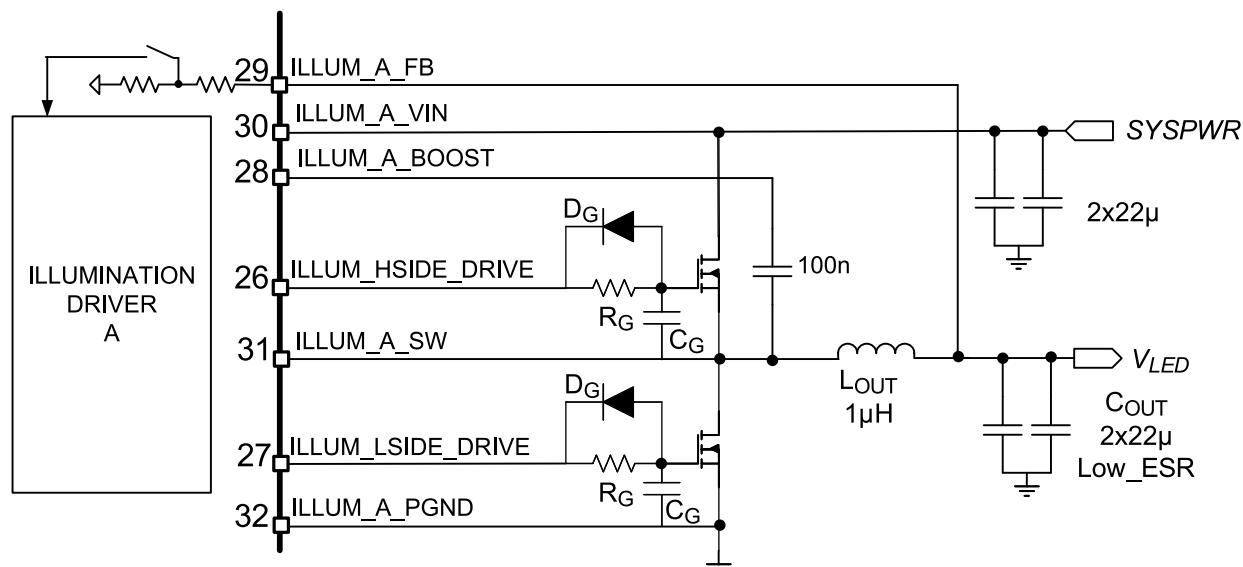

图 6-4. 典型照明驱动器配置
DLPA3085 的照明驱动器是一款降压控制器，用于驱动两个外部低欧姆值 N 沟道 FET (图 6-4)。了解开关模式电源中的降压功率级 (SLVA057) 应用手册中介绍了降压转换器的工作原理。为了确保正常运行，外部元件的选型非常重要，特别是电感器 L_{OUT} 和输出电容器 C_{OUT} 。为了获得最佳效率和纹波性能，应选择具有低等效串联电阻 (ESR) 的电感器和电容器。将电容器的额定电压设置为等于或大于应用中电容器上所施加电压的两倍。
图 6-10 概述了输入电压为 12V 时照明驱动器和功率 FET 的效率。外部元件 (图 6-4)：高侧 FET (L) CDS17506Q5A、低侧 FET (M) CDS17501Q5A、 $L_{OUT} = 2 \times 2.2\mu H$ 并联且 $C_{OUT} = 88\mu F$ 。这里显示了多个输出电压电平 (V_{LED}) 下效率与输出电流间的关系。